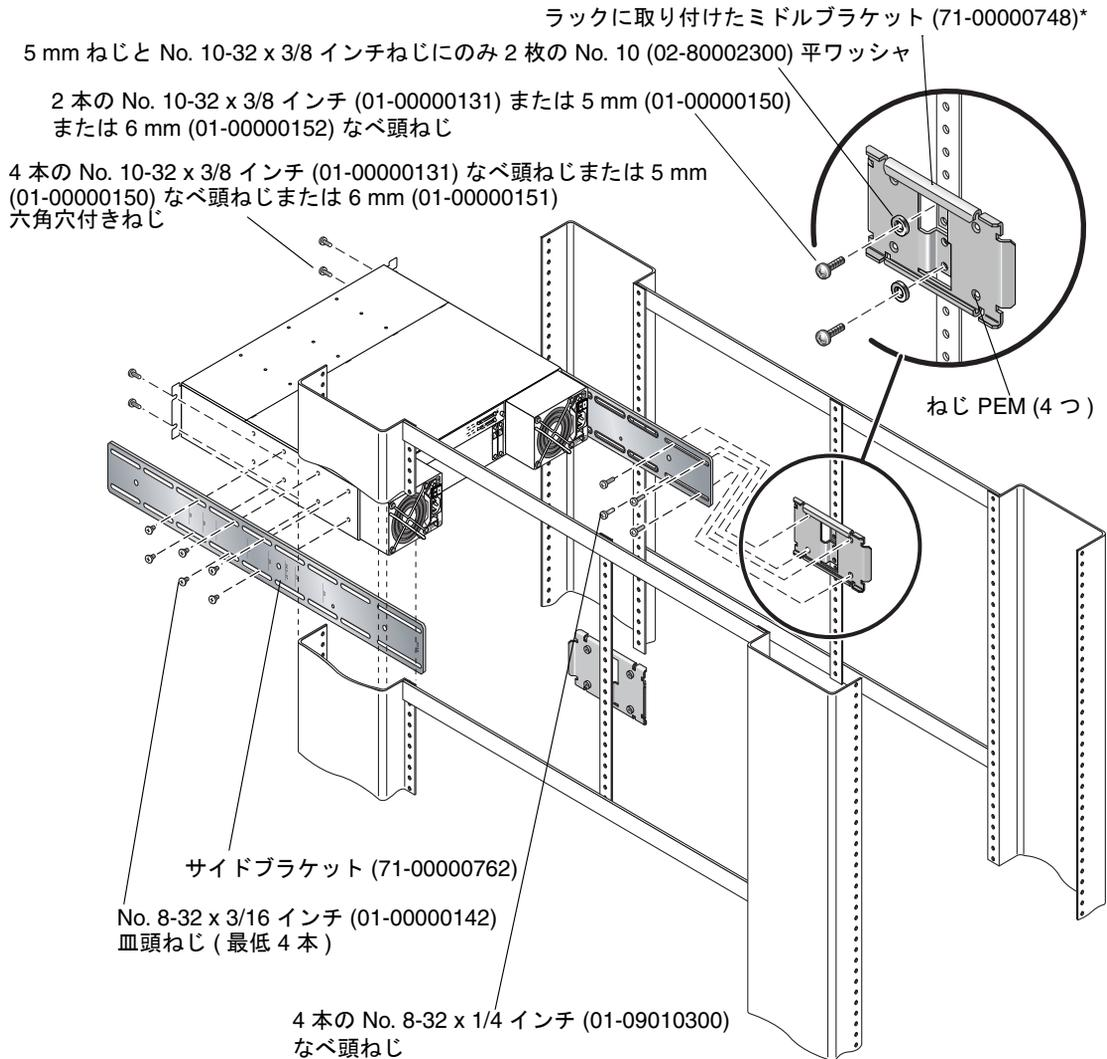

図 2-9 ミドルブラケットを使用したキャビネットのラックマウント
- a. 最低 2 本のねじをサイドブラケットのスロットとミドルブラケットの穴に差し込みます。図 2-9 を参照してください。